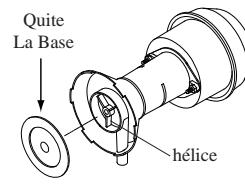

Fig. 10
- Limpiar la bomba.** Es necesario limpiar la bomba una vez al principio de cada año. Por su propia seguridad, apague la unidad y desconecte el motor y la bomba. Quite la bomba de su montura. Quite la base de la bomba (véase fig. 10). Limpie la bomba. Déle vuelta a la hélice para verificar que se mueve libremente. Quite el pico de la bomba y vea si está obstruido. Vuelva a colocar la base de la bomba. Coloque la bomba en la unidad y fíjela en su montura. Esto impedirá que se caiga la bomba al agua, lo que dañaría el motor. No se olvide de volver a conectar el tubo de agua a la bomba. La bomba contiene un depósito protector en caso de sobrecalentamiento (se apagará automáticamente).